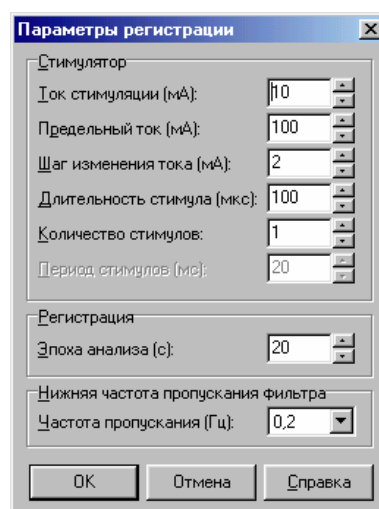

Рис. 3.10
5. После указанных действий, в зависимости от выбранного исследования, может быть предложен диалог настройки параметров регистрации, например, следующего вида (Рис. 3.10).